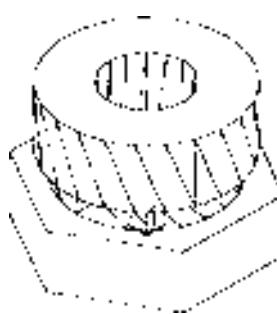

图 10-67 并集及差集处理
① 单击“实体编辑”工具栏中的“并集”按钮 $\text{⑥}$ ，将六棱柱和两个大圆柱体进行并集处理。
② 单击“实体编辑”工具栏中的“差集”按钮 $\text{⑦}$ ，将并集处理后的图形和小圆柱体进行差集处理。结果如图 10-67 所示。